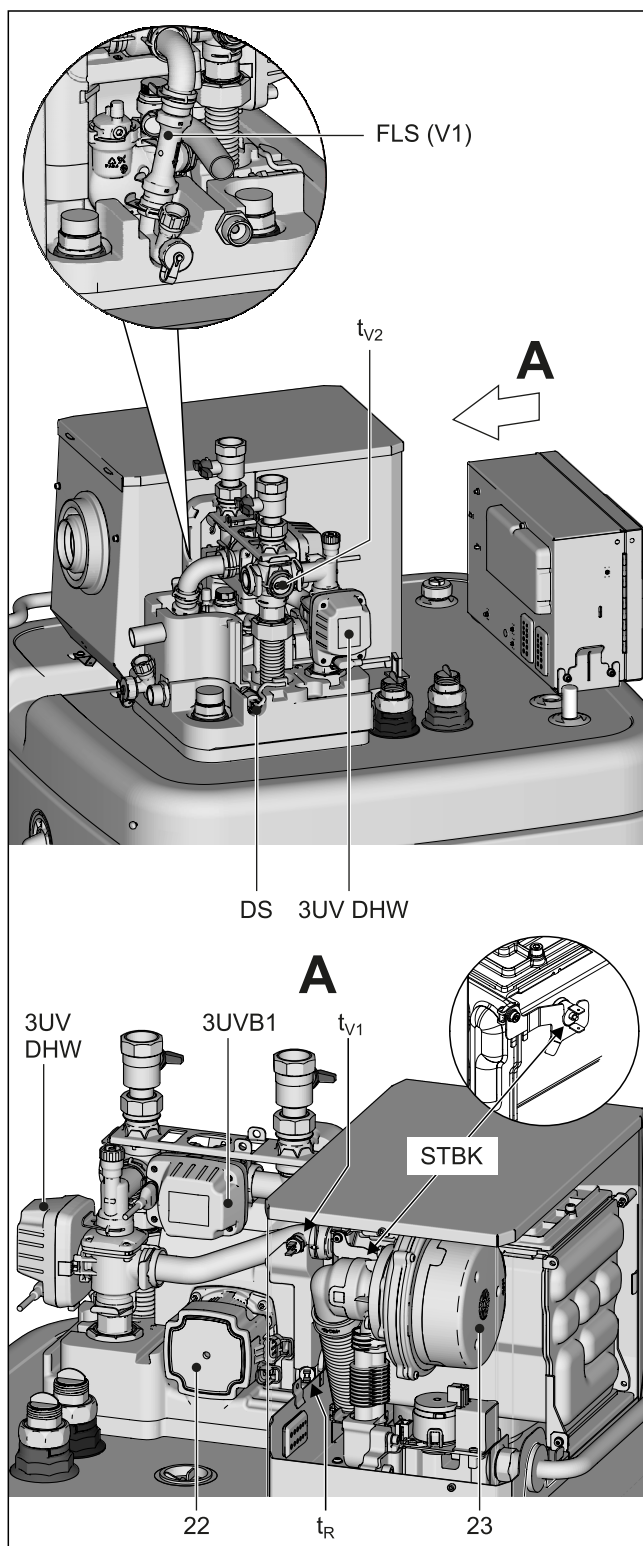

Fig. 6-3 Posición de los sensores y motores de la caldera
La mayoría de sensores internos del aparato (Fig. 6-3) pueden sustituirse sin tener que abrir la carcasa de la regulación.
- 3 Retirar el conector del sensor/sonda que debe sustituirse (Fig. 6-3, pos. 2).